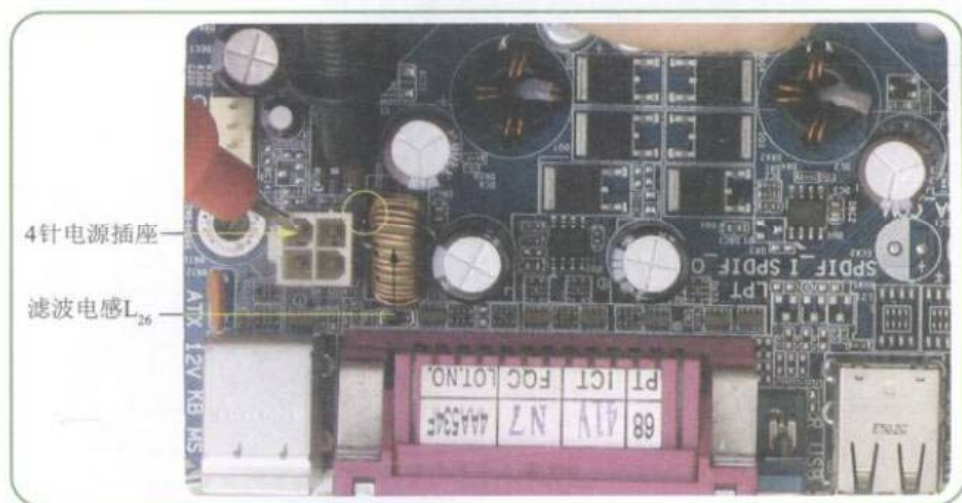

图8-49 测量电源插座到滤波电感的线路
**Step 01** 将万用表调到“蜂鸣”挡，测量4针电源插座的12V供电针脚连接的滤波电感 $L_{26}$ 的线路，如图8-49所示。